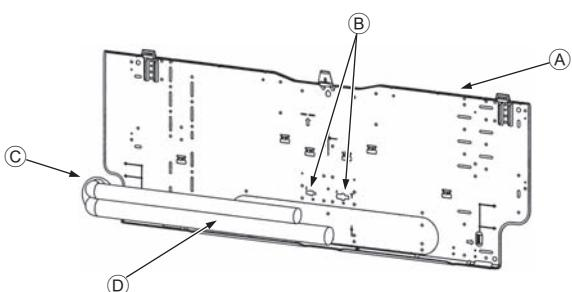

Рис. 3-5
3.3. Встраивание труб в стены (Рис. 3-5)